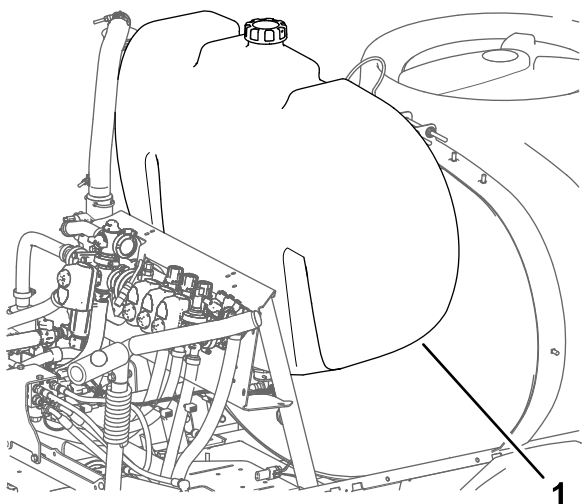

Figure 13
- Montez le réservoir de rinçage sur la machine, comme montré à la Figure 13.